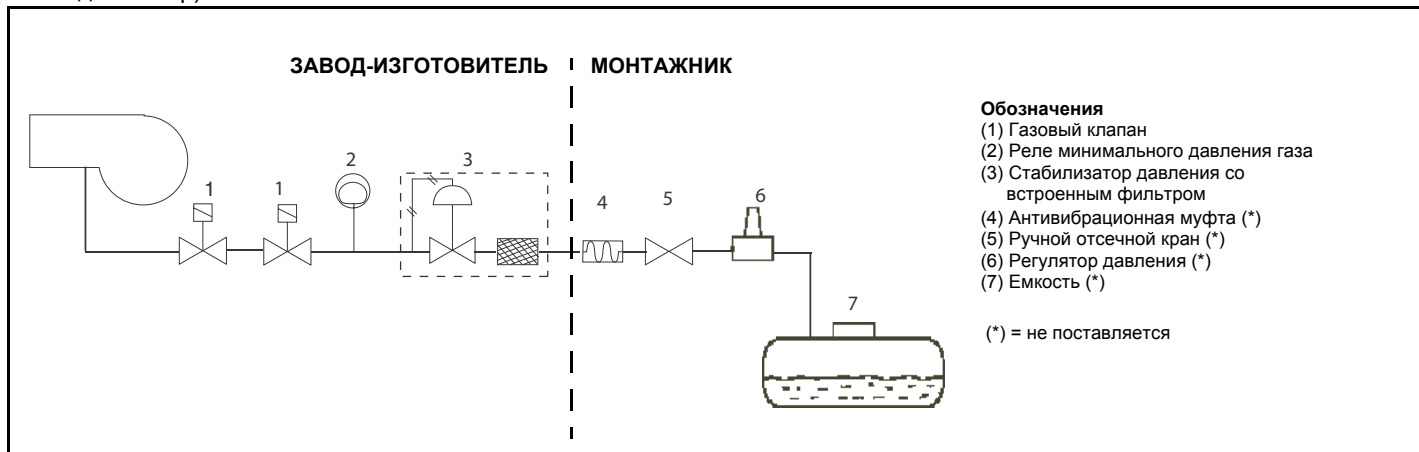

Рис. 13
**ВНИМАНИЕ:** после монтажа газовой рампы согласно схеме на Рис. 13, необходимо провести тестирование на герметичность газового контура, согласно требований действующих нормативов.